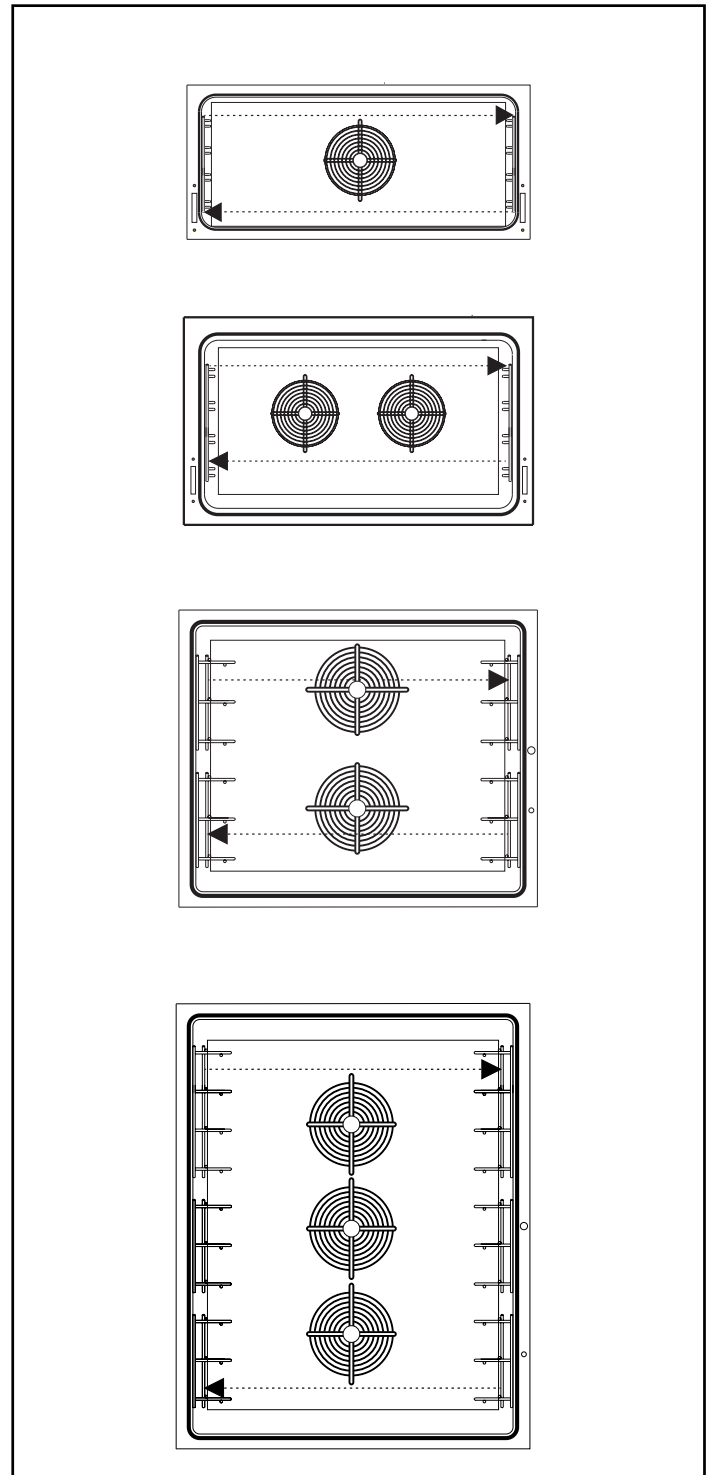

Abb. 4
- Einfach kehren Sie die rechte Rostgleiteinschubvorrichtung mit der linken Rostgleiteinschubvorrichtung um, um die Gastronomie oder Patisserieversion zu haben. Schrauben Sie die Schrauben zur Befestigung der Rostgleiteinschubvorrichtung los und danach wechseln Sie die Position (Abb. 4)